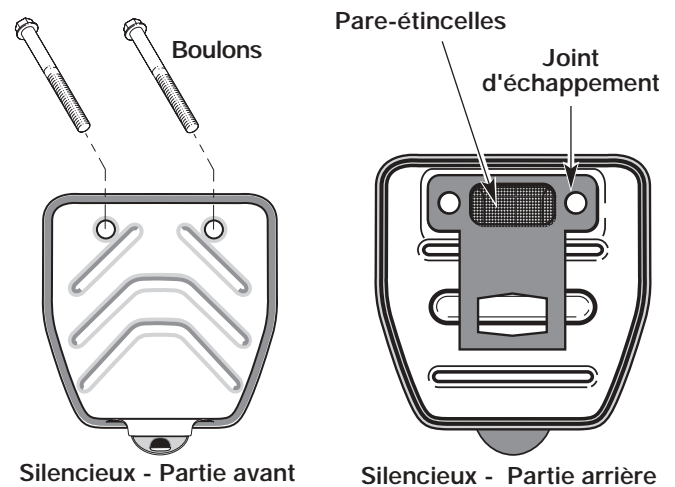

Figure 31
2. Repérez le devant du silencieux et les deux (2) boulons qui le retiennent au moteur (Fig. 31). Retirez les deux (2) boulons à l'aide d'un tournevis à lame plate, d'une douille de 5/16 po ou d'un tourne-écrou. Retirez le silencieux du moteur.
3. Retournez le silencieux vers l'arrière et repérez le joint d'échappement. Retirez le joint d'échappement (Fig. 31).
7. Placez le joint d'échappement contre l'arrière du silencieux. Alignez les trous de boulon du joint d'échappement avec les trous de boulon du silencieux. Tout en maintenant le joint d'échappement en place, insérez les boulons sur le devant du silencieux (Fig. 31).